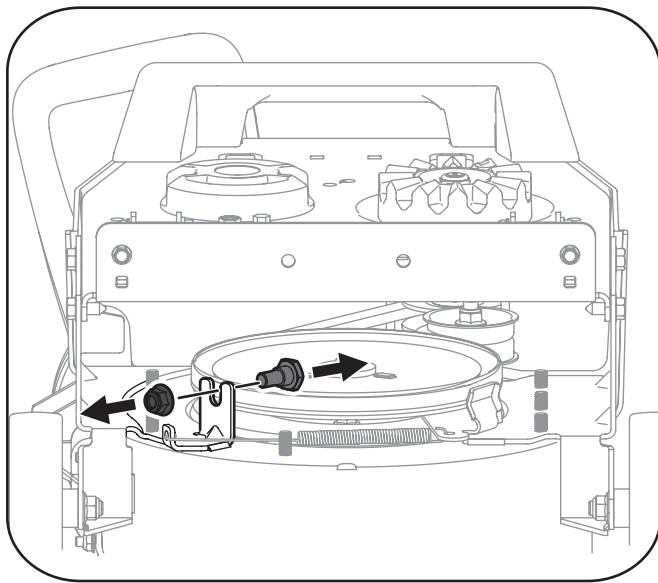

Figura 7-5
5. Extraiga el perno de reborde y la tuerca de seguridad del guardacorrea y guárdelos para volver a colocarlos posteriormente. Consulte la Figura 7-5.